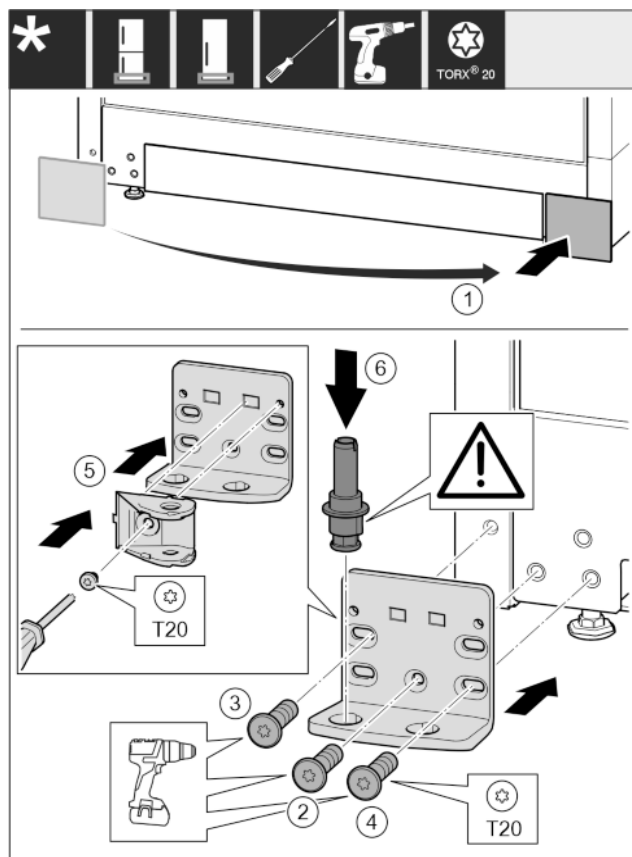

Fig. 28
- ▶ Skinite pokrov i postavite ga na drugoj strani. Fig. 28 (1)
- ▶ Postavite podložak ležaja na drugoj strani i zavijte pomoću odvijača T20. Započnite s vijkom 2 dolje u sredini. Fig. 28 (2)
- ▶ Pritegnite vijak 3 i 4. Fig. 28 (3,4)
- ▶ Okrenite spojni element prigušivača zatvaranja za 180°. Na drugoj strani podloška ležaja zavijte pomoću odvijača T20. Fig. 28 (5)
- ▶ Kompletno umetnite podložak ležaja. Pri tome pazite da je ispuščenje za blokiranje okrenuto prema otraga. Fig. 28 (6)